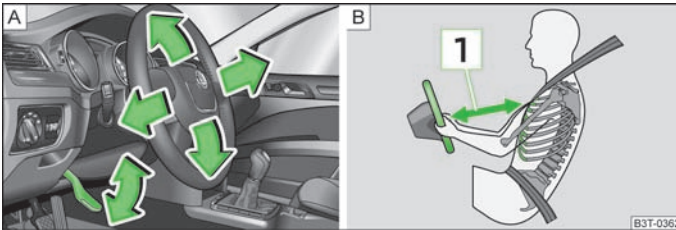

Abb. 112 Verstellbares Lenkrad: Hebel unter dem Lenkrad / Sicherer Abstand zum Lenkrad
- Einen Abstand zum Lenkrad von mindestens 25 cm **1** einhalten » Abb. 112 - **B**. Wenn Sie den Mindestabstand nicht einhalten, kann Sie das Airbag-System nicht schützen - Lebensgefahr!
- Den Hebel unter dem Lenkrad nach unten schwenken » Abb. 112 - A.